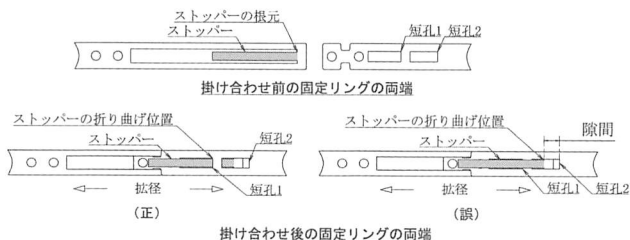

図 11 ストッパーの折り曲げ位置と短孔との関係
- (2) 固定リングを絞って小さい円形にする。この時、どちらの短孔からストッパーを出しても良いが、図 11 の右図のようにストッパーの折り曲げ位置と短孔との間に隙間ができると、拡張した固定リングが緩んで外れてしまう恐れがあるので注意する。